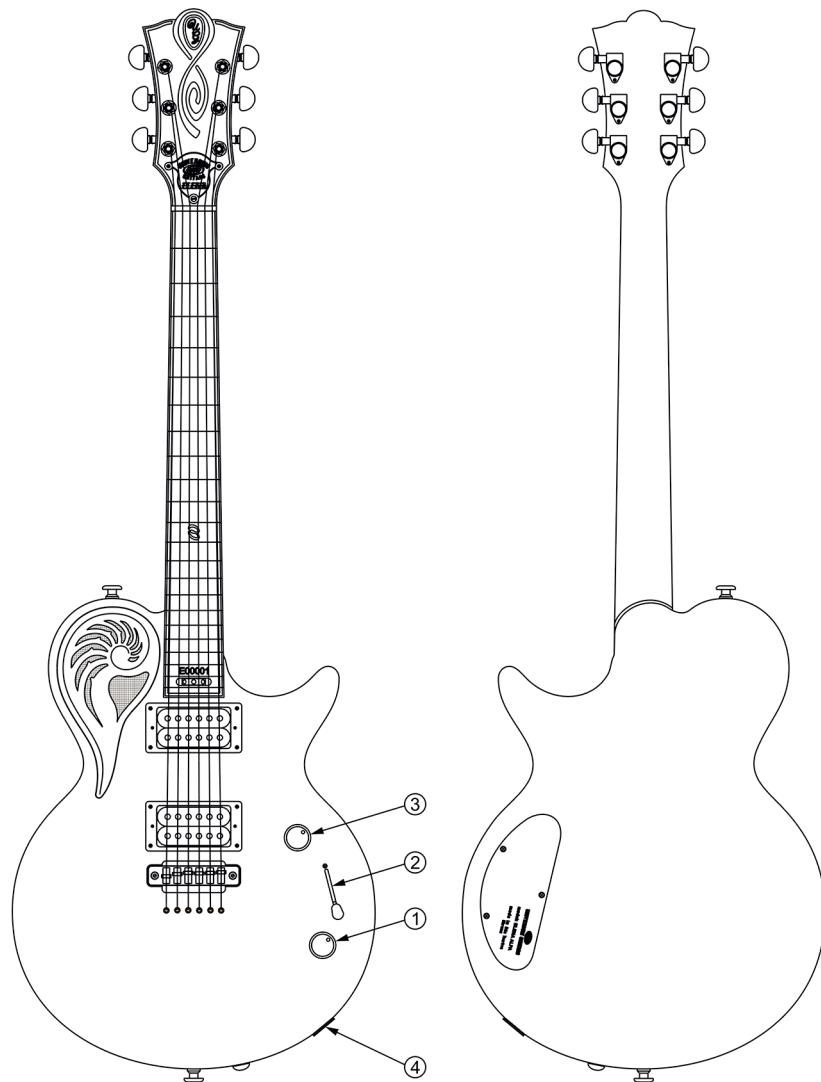

Рис. 21
- Выходной разъем – электромагнитный (Рис.21 поз.4).
- 1) Ручка потенциометра регулировки тона (Рис.21 поз.1) с двухпозиционным переключателем типа “Push- Pull”. Переключатель отсекает по одной катушке в каждом электромагнитном звукоснимателе.
- 2) Ручка трехпозиционного переключателя-селектора (Рис.21 поз.2): переключает комбинации коммутирования электромагнитных звукоснимателей.
- 3) Ручка потенциометра регулировки громкости электрогитары (Рис.21 поз.3).